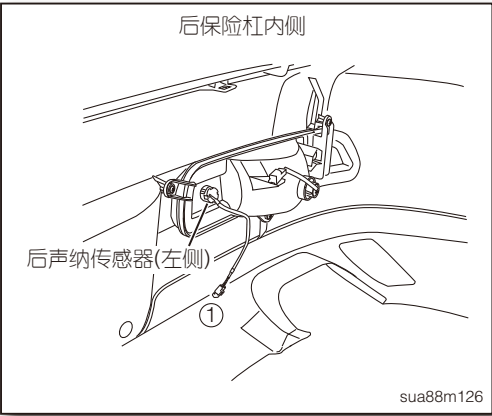

图8
- 2. 由后保险杠内侧，拆开后声纳传感器(左侧)线束接头①(如图8)。